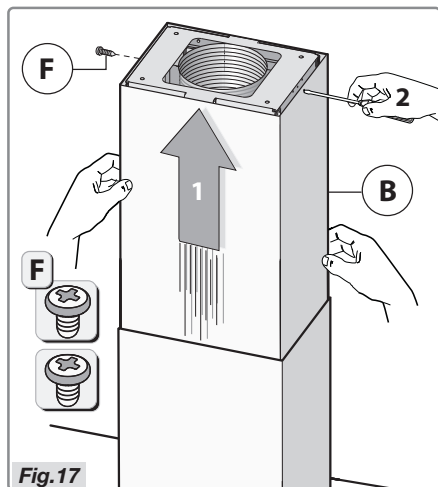

Fig. 17
- Raccordez la partie **B** de la cheminée à la plaque du plafond à l'aide des deux vis **F** (Fig. 17).